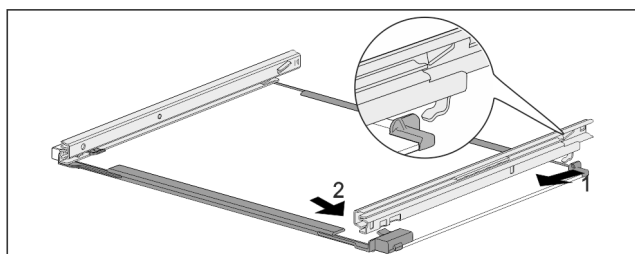

Fig. 134 Üveglap sínekkel
- Akassza be hátul a sínt. Fig. 134 (1)
- Elöl pattintsa be a sínt. Fig. 134 (2)